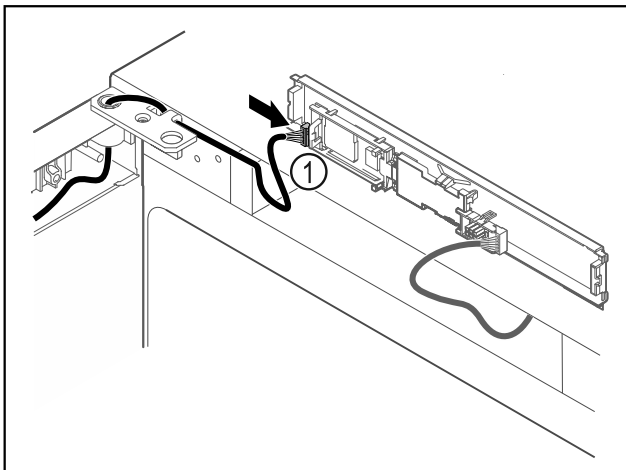

Fig. 55
- Collegare il connettore Fig. 55 (1) sulla scheda.